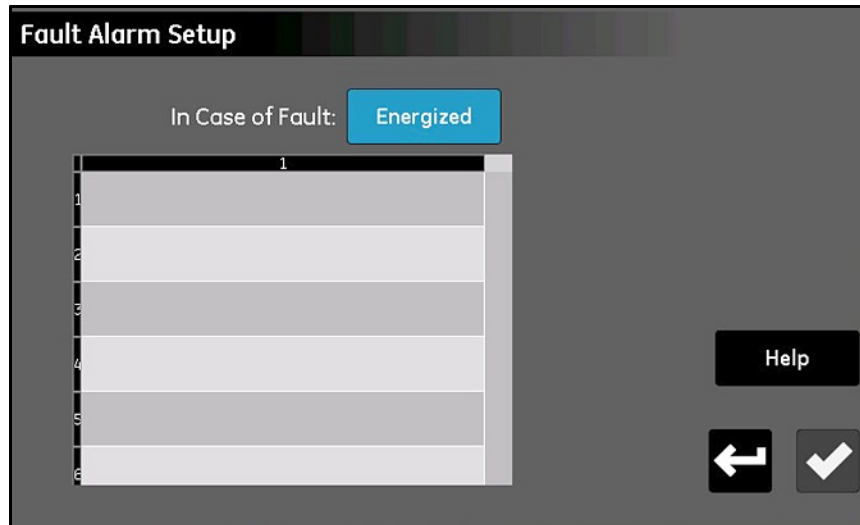

Figura 40: Pantalla de configuración de alarmas de fallo
El menú *Configuración de alarmas de fallo* (consulte la *Figura 40*) permite especificar la respuesta del relé de alarma de fallo dedicado del moisture.IQ ante una condición de fallo y la forma de mostrar los orígenes de las condiciones de fallo actuales.
- Pulse el botón **En caso de fallo** para cambiar entre las opciones **Con corriente** y **Sin corriente**. Esta elección determina si el relé **recibe energía** o **no** (funcionamiento seguro en caso de fallo) cuando se detecta una condición de fallo. El origen de un fallo se muestra en la lista de fallos de la *Figura 40*.